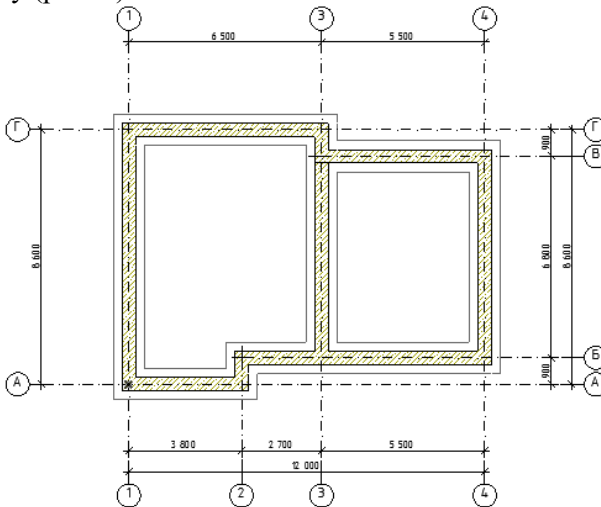

Рис. 8
2. Побудувати фундамент будівлі. Приклад побудови плану фундаменту (рис. 8):